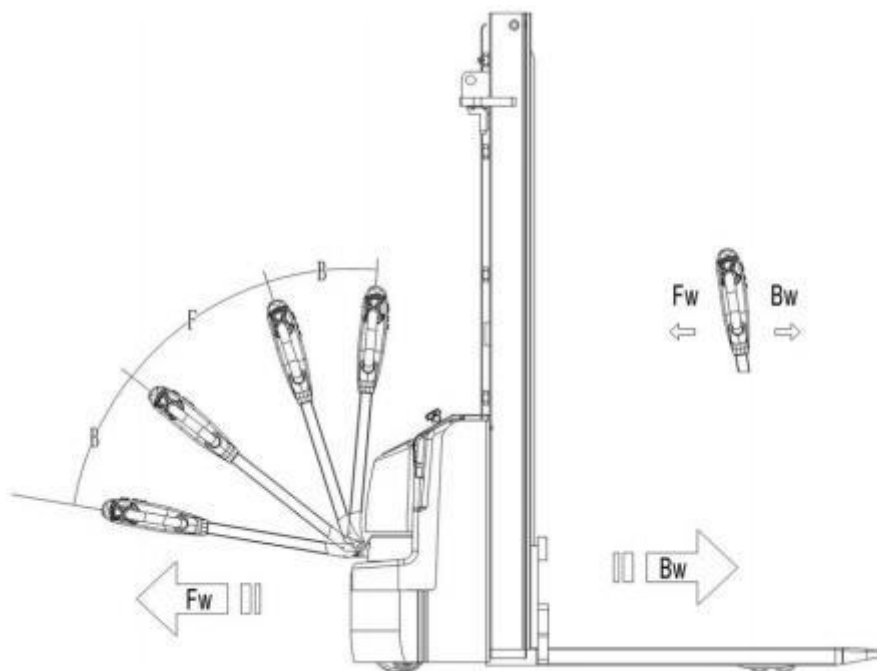

Рис. 11: Направления движения
После включения штабелера путем поворота ключа в замке зажигания в положение «ON» переведите ручку управления в рабочее положение ('F', рис.11).
Отклоняйте лепестки (13) управления в нужном направлении «вперед» 'Fw' или «назад» 'Bw' (рис. 11).